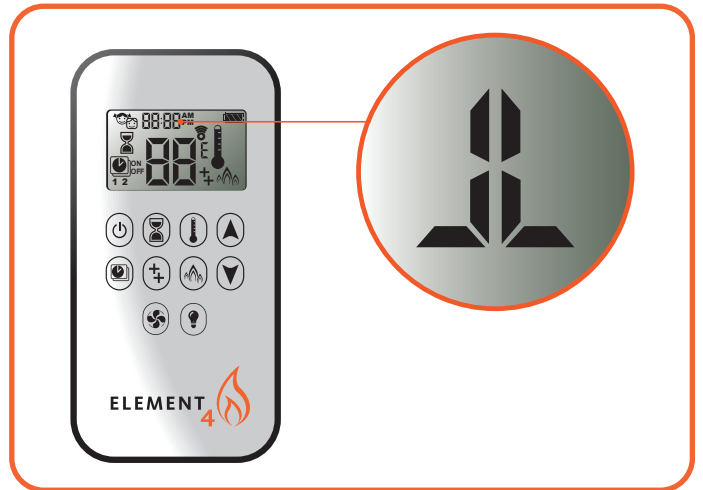
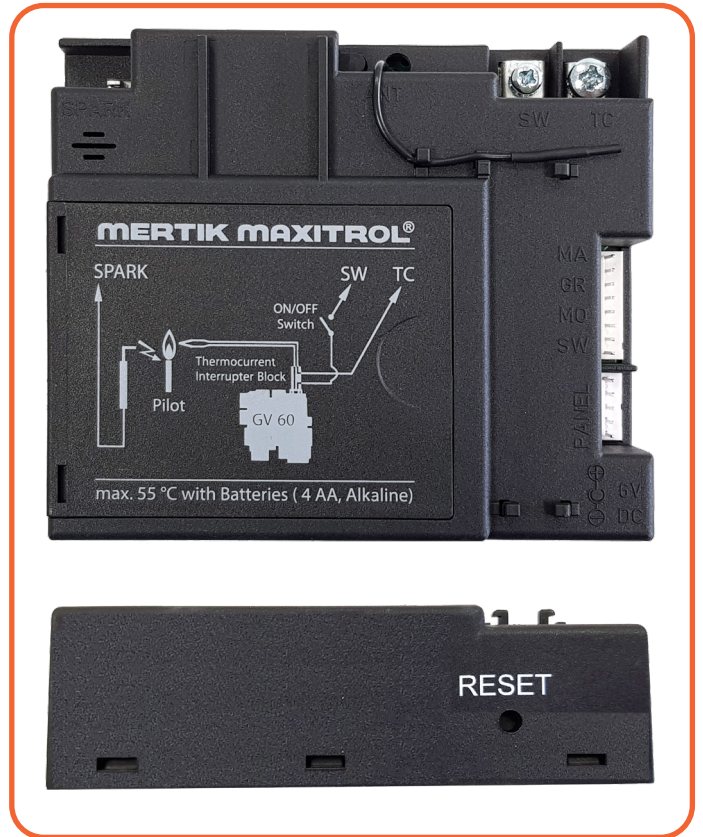
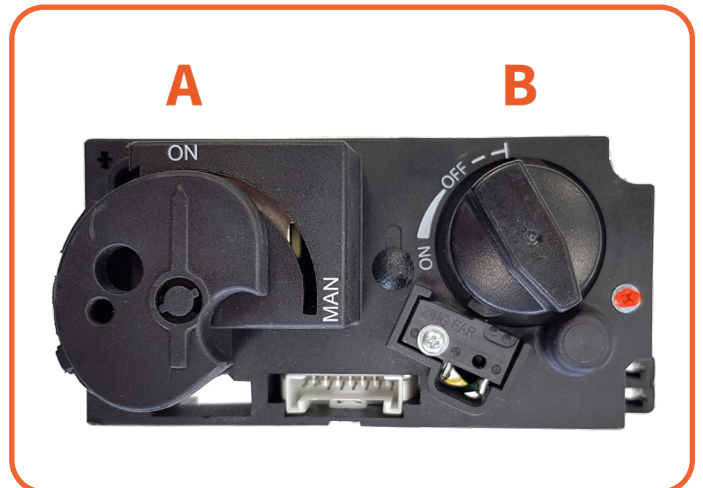

Abbildung 4.1: Symbol Fernsteuerung und Zündung
Abbildung 4.2: Empfangsgerät (Drauf- und Seitenansicht)
Abbildung 4.3: Zündung Hauptbrenner
Das Gerät wird mit einer Fernbedienung oder die Element4 Puck bedient (Abb. 4.1). Dabei wird ein Empfangsgerät im Steuerkasten (Abb. 4.2) betätigt.
- Drücken Sie den Reset-Knopf auf dem Empfangsgerät, bis Sie zwei Signaltöne hören. Nach dem zweiten, längeren Signaltönen lassen Sie den Reset-Knopf los. **Abb. 4.2.**
Vergewissern Sie sich, dass der Schaltknopf (A) auf ON steht. **Abb. 4.3.** Drücken Sie den An-/Aus-Knopf Ihrer Fernbedienung und halten Sie ihn 3-5 Sekunden lang gedrückt, bis Sie zwei kurze Signaltöne hören. Oben auf dem Display erscheint das Zündsymbol (Abb. 4.1). Lassen Sie den Knopf nun los. Der Zündvorgang wurde gestartet.
Nachdem die Zündflamme gezündet wurde, dreht sich Knopf B automatisch gegen den Uhrzeigersinn und der Hauptbrenner wird gezündet. **Abb. 4.3.** Warten Sie nach jedem Löschen der Zündflamme stets 5 Minuten, ehe Sie die Zündflamme erneut zünden.